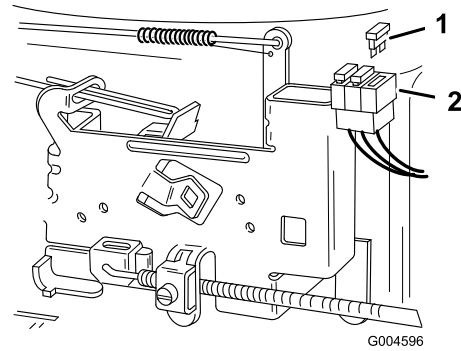

Figura 31
1. Tire hacia arriba del fusible (Figura 31) para sacarlo del zócalo.